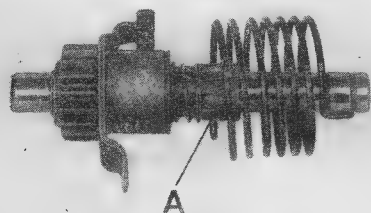

Bild 277. Kickstarterwelle, komplett
Das Kickstarrad (6) wird vor dem Einsetzen der 24 Lagernadeln (7) $2,5 \times 19,8$ mit Fett versehen und bis zum Anliegen an die Anlaufscheibe (5) auf die Kickstarterwelle (1) geschoben. Zum Schluß die Kickstarterfeder (10) montieren. Das Federende muß bis zum Anschlag in die Bohrung (A) der Kickstarterwelle geschoben werden. Bild 277 zeigt die einbaufertige Kickstarterwelle.